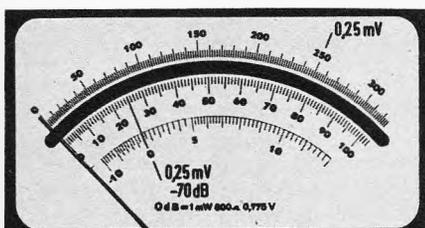

Bild 4. Der Spannung 0,25 mV (Meßbereich 1 mV nach Bild 3) entspricht der Spannungspegel $p = -70$ dB
2. Im selben Meßbereich werden 0,25 mV abgelesen. Der dB-Wert ist -70 dB (Bild 4).